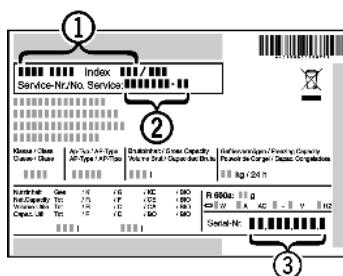

Fig. 14
- Назва пристрою Fig. 14 (1), сервісний номер Fig. 14 (2) та серійний номер Fig. 14 (3) вказані на таблиці типів. Таблиця типів знаходитьться всередині пристрою, зліва.
- Повідомте сервісну службу про характер неполадки, назву пристрою Fig. 14 (1), сервісний номер Fig. 14 (2) та серійний номер Fig. 14 (3).